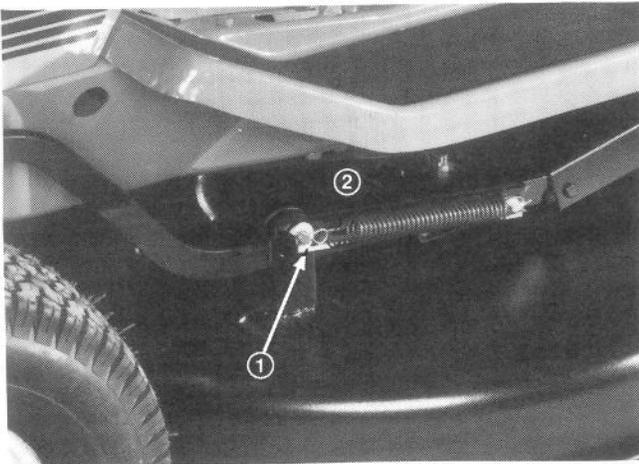

Abbildung 17
2. Das Mähwerk auf die niedrigste Schnitthöhe einstellen, den Splint und die Unterlegscheiben, mit denen die Mähwerk-Federstreifen an beiden Seiten abgesichert werden (Abb. 17) entfernen und die Streifen von den Splints abziehen.